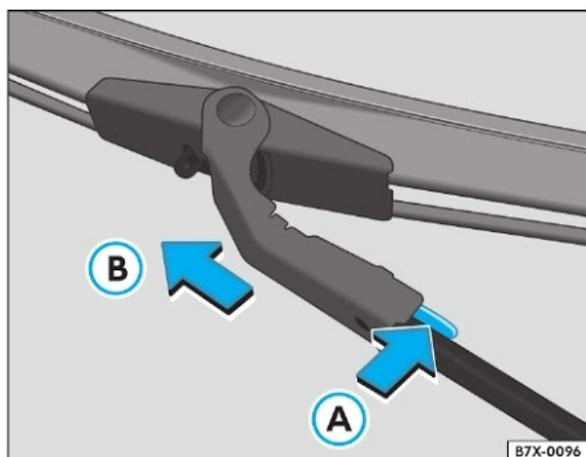

Fig. 69 Sequência para substituição das palhetas do limpador do para-brisa
- Afaste a trava de segurança no sentido da seta **A** ⇒ fig. 69.
- Incline a palheta ⇒ fig. 69 e em seguida remova-a no sentido da seta **B**.